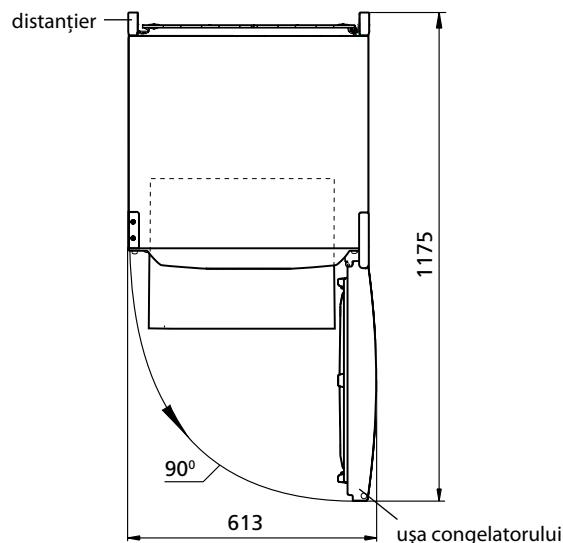

Figura 2 — Frigiderul (vedere de sus)
**1.3** Spațiul total necesar pentru funcționarea frigiderului se determină de dimensiunile de gabarit, indicate în milimetri în figura 2. Pentru extragerea liberă a pieselor de completare din frigider este necesar de deschis ușa la unghiul nu mai mic de 90°.